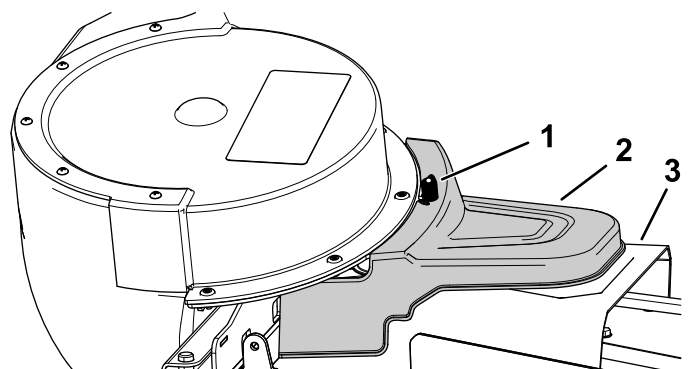

Figura 28
5. Instale a cobertura do depósito de recolha alimentado sobre a cobertura da polia e prenda-a apertando o manípulo (Figura 28).